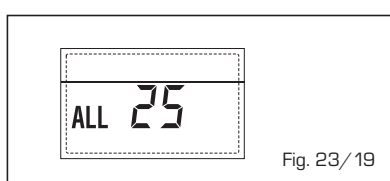

Fig. 23/19
- **ANOMALÍA SONDA AUXILIAR (S3) "ALL 26"** (fig. 23/20)